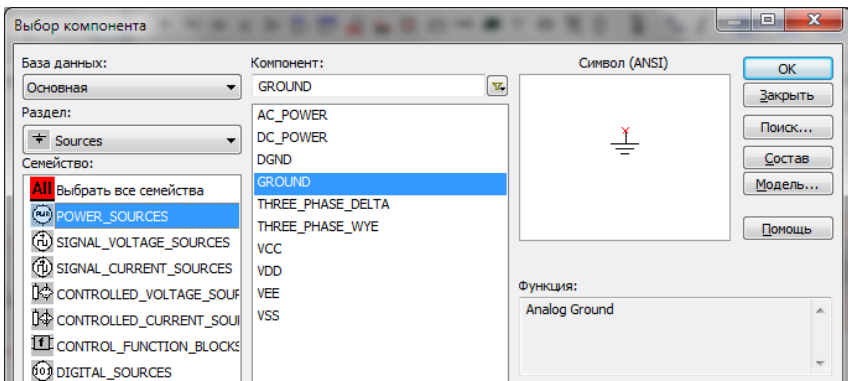

Рис. 2.1.8. Выбор заземления
4. Из группы **Источники** выбрать заземление (рис. 2.1.8).